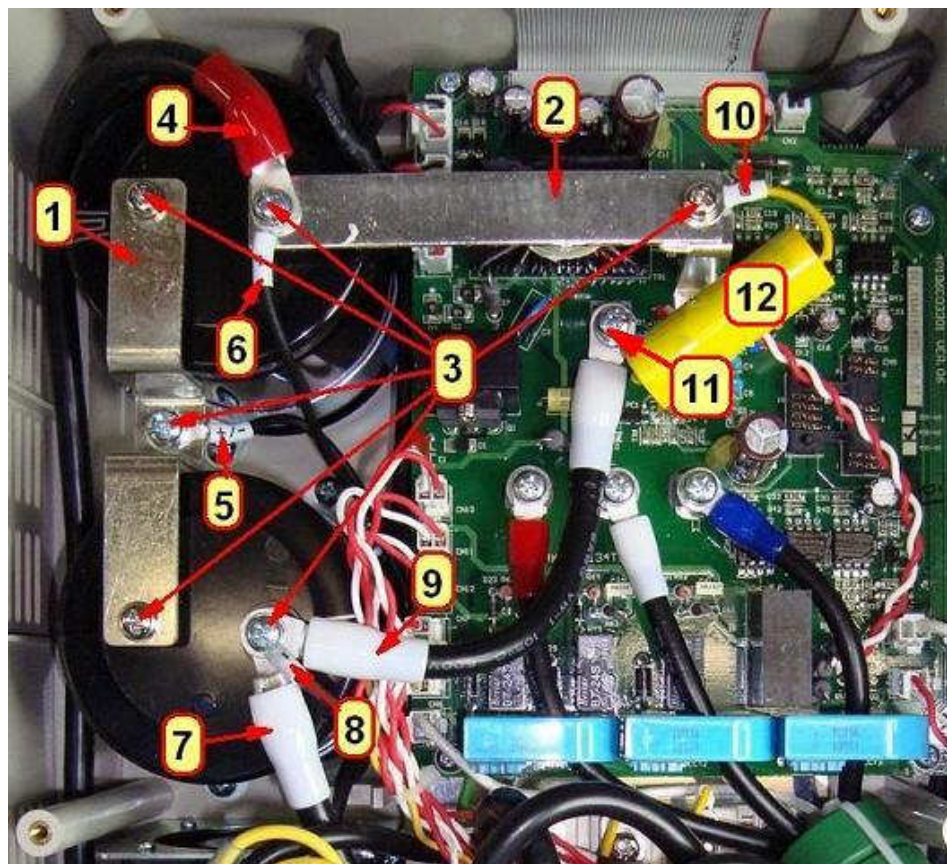

Рис.6.13
6.9.1. Выкрутить шесть винтов 3, снять шины 1 и 2, отвести концы проводов 4, 5, 6, 7, 8, 9 и вывод конденсатора 10 (рис.6.13). Положить винты и шины в тару.
6.10.1. Выкрутить винт 11, снять конденсатор 12, провод 9 и контактную втулку (рис.6.13). Положить винт, провод, конденсатор и втулку в тару.